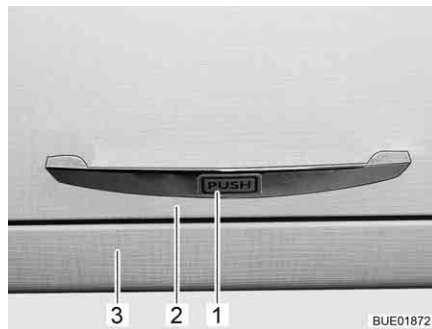

Bild 43 Skåplucka med trycklås
- Tryck på skåpluckan (Bild 43,2) vid handtaget (Bild 43,1) mot skåpskroppen (Bild 43,3). Skåpluckan är upplåst.